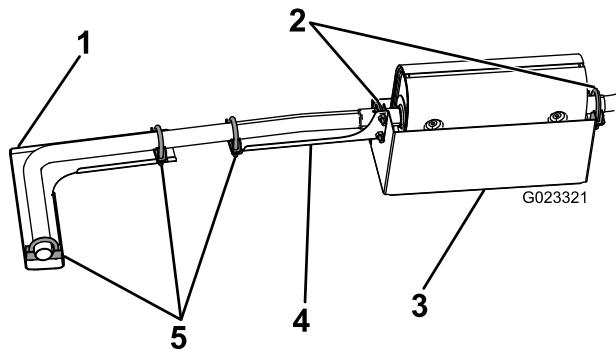

Figura 2
1. Usando la abrazadera del silenciador existente, sujeté la parte delantera del protector del silenciador al silenciador (Figura 2).
2. Usando la abrazadera existente, sujeté la parte trasera del protector del silenciador y la parte delantera del protector del tubo de escape al silenciador (Figura 2).
4. Sujete una abrazadera al extremo del protector en L y deslice la abrazadera sobre el extremo del tubo de escape (Figura 2).